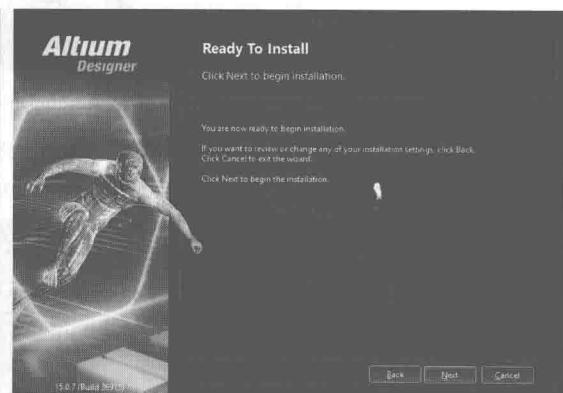
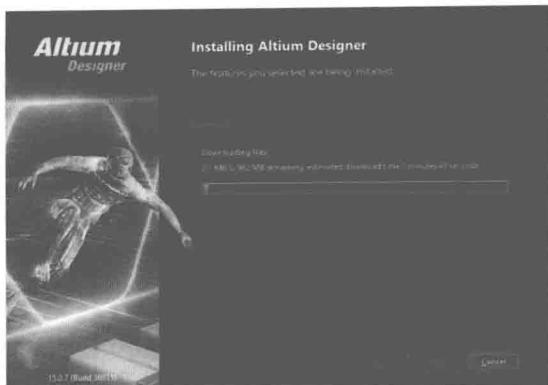

图 1.3.6 确定安装 Altium Designer 15
图 1.3.7 安装进度对话框
(6) 选择确定好安装路径后，单击“Next (下一步)”按钮弹出确定选项以进行安装，如图 1.3.6 所示。单击对话框中的“Next (下一步)”按钮，如图 1.3.7 所示，此时对话框内会显示安装进度。软件安装时间大约需要几分钟。